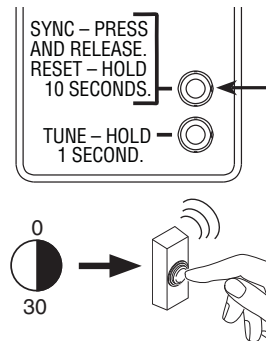

Figure 8
5. Synchronisez le bouton-poussoir et la base de carillon (voir la Figure 8).